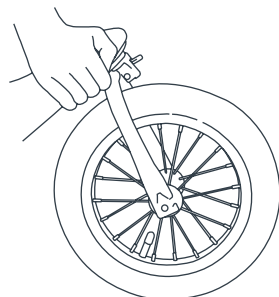

Fig. 5
- 5) • Levante la rueda delantera hasta que no toque el suelo y déle un golpe firme al neumático (la llanta) (Fig. 5). La rueda no debe de aflojarse o caerse.